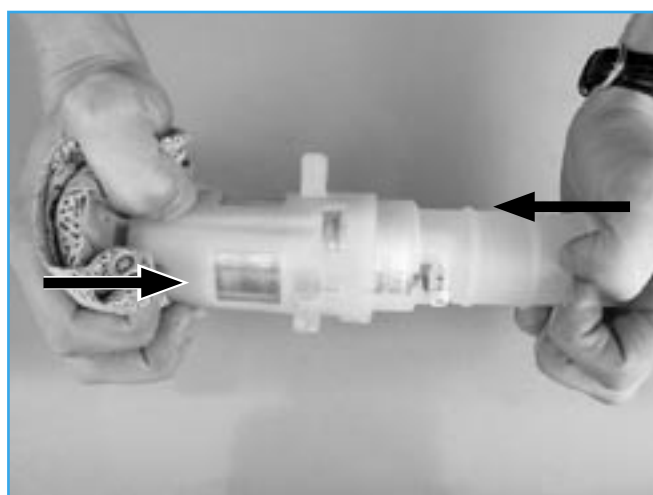

Fig.9
- Appuyez bien l'outil sur la pompe jusqu'à ce qu'il soit posé sur le bourrelet contournant de la pompe. L'outil écarte ainsi le support de la douille. En appuyant, veillez à protéger le filtre d'aspiration de la pompe d'éventuels dommages avec un chiffon sans peluche (voir Fig. 9).
☞ En appuyant, veillez à protéger le filtre d'aspiration de la pompe d'éventuels dommages avec un chiffon sans peluche (voir Fig. 9).